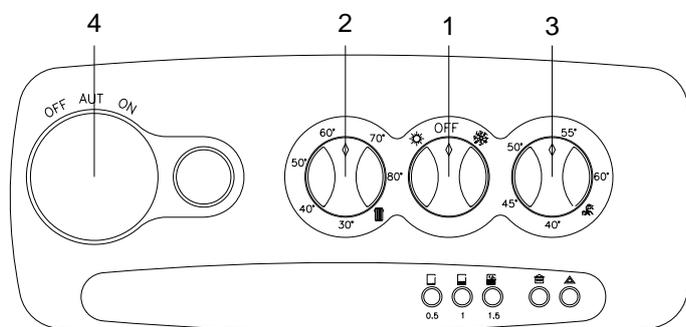
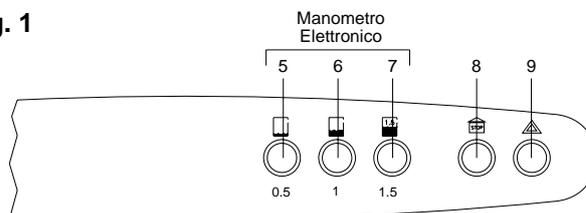
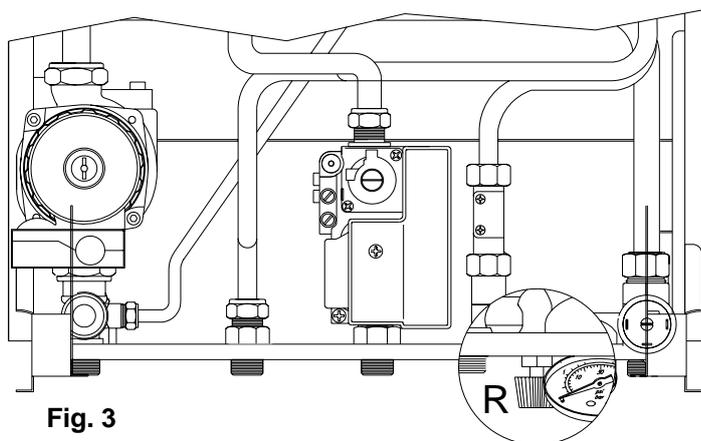

Fig. 1
Fig. 2
Fig. 3
- ⇒ Le système antigel entre en fonction seulement si la chaudière se trouve sur la position "ON" (avec la poignée 1 fig. 1 sur la position été ou hiver) et l'alimentation du gaz ouverte. Nous déclinons toute responsabilité en cas de dégâts à la chaudière résultant du non-respect de cette indication.
- positionner la poignée de l'interrupteur 1 sur le symbole ❄ hiver (voir fig.1)
- vérifier que le voyant d'alimentation électrique soit allumé (fig. 2, pos. 7 ou 8) ; le simple clignotement du voyant 6 indique que l'eau manque dans l'installation : ouvrir le robinet de chargement (fig. 3); dès que le voyant 8 (fig. 1) commence à clignoter fermer le robinet. L'allumage du brûleur se fera automatiquement.
- positionner l'interrupteur 1 sur la position OFF (fig. 1);
Le réglage de la température s'effectue en tournant la poignée 2 (fig. 1 pag. 1) en positionnant l'indicateur sur la température désirée en choisissant celle-ci parmi les valeurs qui se trouvent sur le bouton même.
Le réglage de la température s'effectue en tournant la poignée 3 (fig. 1, page I).
Si la chaudière s'arrête (fig. 2 page I, voyant 9 allumé), adopter la procédure suivante :
- placer le bouton 1 sur la position OFF (fig.1, page I) ;
- placer le bouton 1 sur la position été ☀ ou hiver ❄ (fig. 1, page I). La chaudière redémarre.